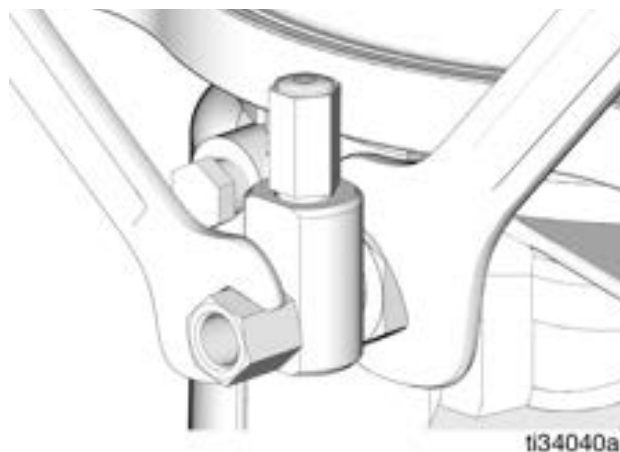

图 11
- 松开泵元件管件（图 11）。
- 使用两 (2) 个扳手从相反方向拧紧泵元件管件（图 11）。